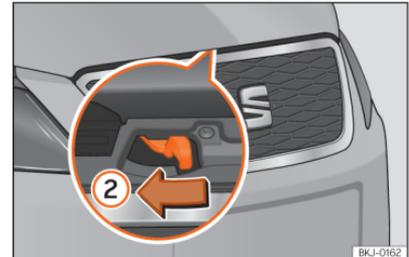

Abb. 171 Hebel unter der Motorraumklappe.
- Um die Frontklappe zu öffnen, drücken Sie den unterhalb der Frontklappe mittig vorgesehenen Hebel mit der Hand nach links >>> (Abb. 171) ②. Die Fanghaken werden entriegelt.